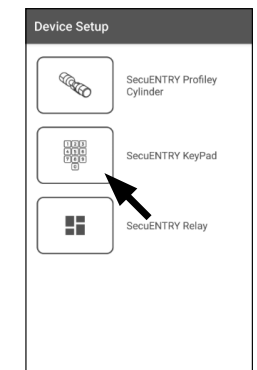

Abb. 29
④ Über das dargestellte Auswahlmenü tippen Sie auf „secuENTRY Keypad“, um eingerichtete secuENTRY Tastaturen anzeigen zu lassen (Abb. 29).